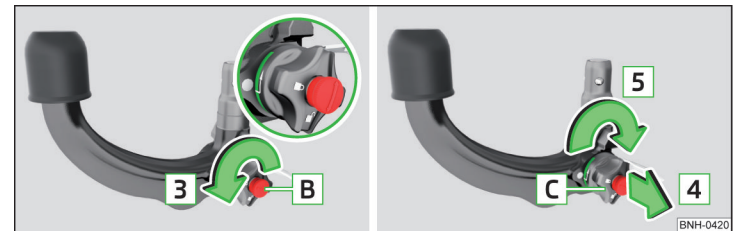

Abb. 216 Bereitschaftsstellung einstellen
- › Den Schlüssel **B** in Pfeilrichtung **3** bis zum Anschlag drehen, sodass der Pfeil am Schlüssel zum Symbol  » Abb. 216 zeigt.